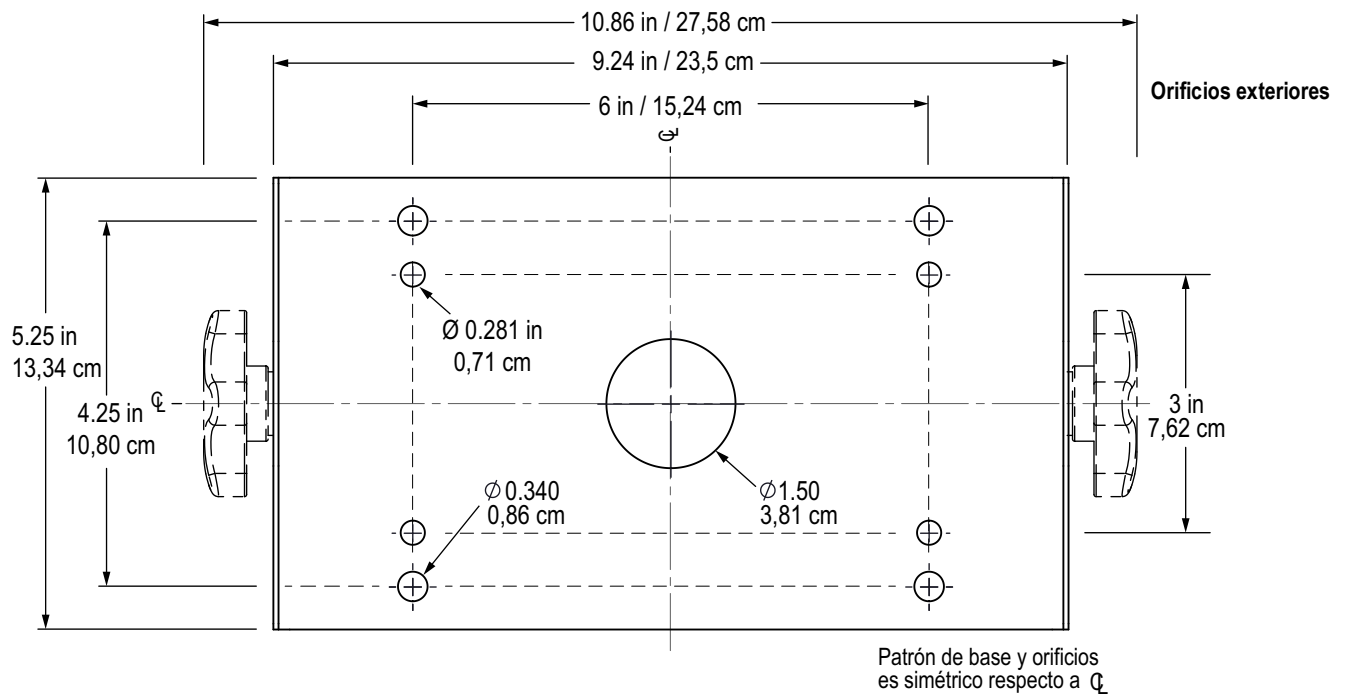

Figura 2-4. Medidas del patrón de orificios del soporte basculante
1. Use el soporte inclinable como plantilla para marcar las ubicaciones de los tornillos. Consulte la Figura 2-4 en la página 25 para las medidas.